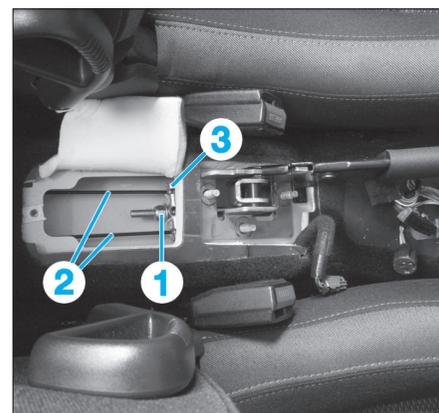

Fig. 20
- Levier de frein au repos, détendre les câbles en dévissant l'écrou (1) du palonnier (Fig.20).
- Serrer légèrement l'écrou (1) de palonnier jusqu'au début de tension des câbles.
- Tourner l'écrou (1) jusqu'à obtenir un début de léchage des garnitures de frein.
- Vérifier que les deux câbles secondaires (2) sur le palonnier (3) se déplacent ensemble.